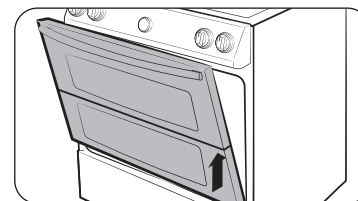

Fig. 2
5. Levante la puerta y jale hacia afuera hasta que el brazo de la bisagra esté fuera de la ranura (Fig. 2).